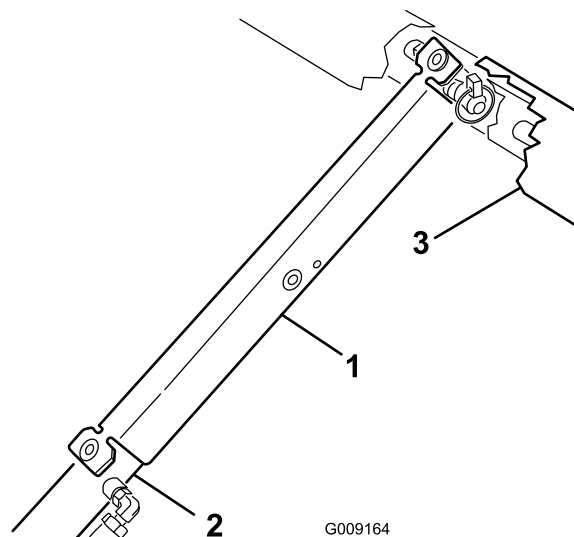

Figura 32
3. Introduza o apoio da plataforma na haste do cilindro, assegurando que as linguetas encostam à extremidade do cilindro e à extremidade da haste do cilindro (Figura 32).